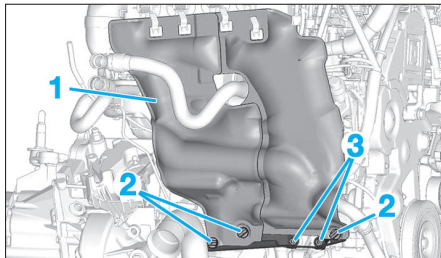

Fig. 2
- Déposer les vis (2) et écrous (3) de fixations des écrans insonorisant (1) (Fig.2).